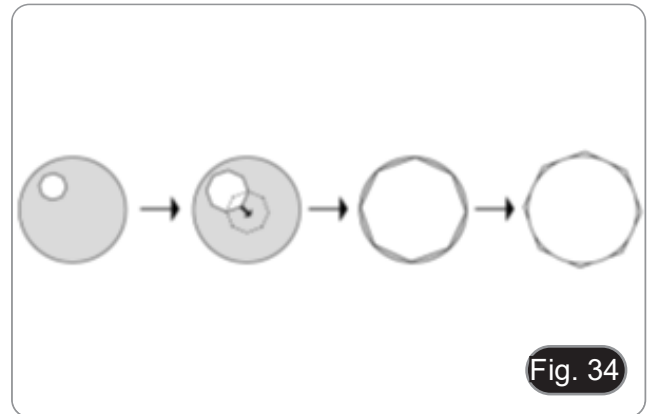

Fig. 34
3. Gire el anillo de diafragma de campo ② en sentido contrario a las agujas del reloj, para cerrar completamente el diafragma.
4. Gire el botón de ajuste en altura del condensador ③ para enfocar los bordes del diafragma.
5. Con los tornillos para centrar el condensador ④ posicionar al centro de visión el círculo luminoso.
6. Abrir el diafragma poco a poco. Se considera que el condensador está centrado cuando la imagen del diafragma es simétrica al campo de visión. (Fig. 34)